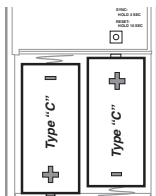

Figure 3
3. **Installez 2 piles alcalines « C ».** Prenez soin d'orienter les piles correctement (voir la Figure 3).